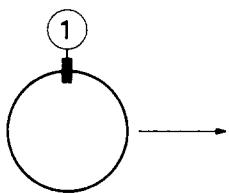
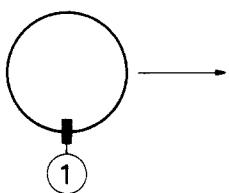

Fig. 4a
Fig. 5a
La convergenza dinamica si ottiene spostando il giogo di deflessione in senso orizzontale e verticale. Per assicurare l'esatta posizione dell'unità di deflessione, tre cunei di gomma sono posti tra il vetro dell'ampolla del cinescopio ed il giogo stesso, come illustrato in Fig. 4a o 5d. Due di questi coni hanno uno spessore di 7 mm. Codice 4822 462 40356, l'altro ha uno spessore di 11 mm, numero di codice 4822 462 40357.
3. Eliminare l'incrocio delle righe centrali orizzontali e verticali blu e rosse con uno spostamento verticale del giogo. Se la posizione del giogo è corretta, inserire il cuneo di gomma (1) in alto (Fig. 4a) o in basso (Fig. 5a) senza togliere la strisciella di carta. L'inserzione del cuneo come da Fig. 4a va eseguita se il giogo è spostato verso l'alto, come da Fig. 5a se il giogo è spostato verso il basso.